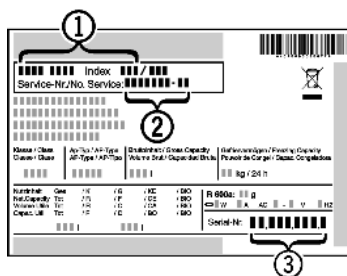

Fig. 66
- ▶ Считать обозначение устройства Fig. 66 (1), сервисный номер Fig. 66 (2) и серийный номер Fig. 66 (3) с заводской таблички. Заводская табличка находится внутри устройства слева.